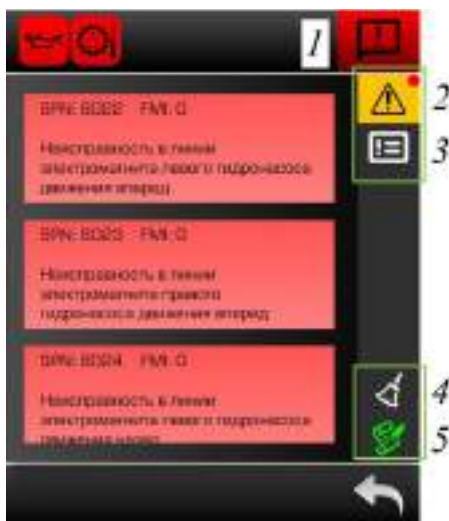

Рисунок 5.132. Сообщения об ошибках
- ▶ Нажать кнопку «Сообщения об ошибках», поз. 1, рис. 5.132.
- ▶ Убедиться в отсутствии активных ошибок контроллера ГСТ и контроллера ДВС в «Листе ошибок» (поз. 2, рис. 5.132). В случае их возникновения, способы устранения смотреть в п. **4 НЕИСПРАВНОСТИ В РАБОТЕ** и **Руководство по эксплуатации двигателя**.
- ▶ Проверить «Лист уведомлений» (поз. 3, рис. 5.132).
Выбрать требуемый раздел сообщений «Лист ошибок» (поз. 2) или «Лист уведомлений» (поз. 3), рис. 5.132.